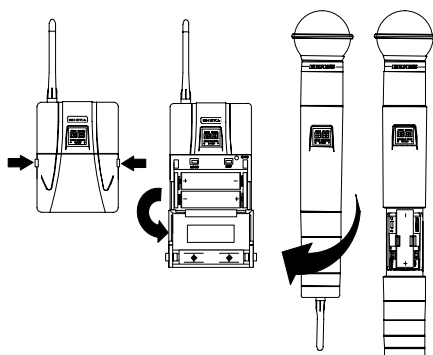

ABBILDUNG 37
2. Das Batteriefach öffnen. Es enthält links die MODE- und rechts die SET-Taste sowie den GAIN- (Audiopegel) Regler und die Batterien (Abbildung 37).